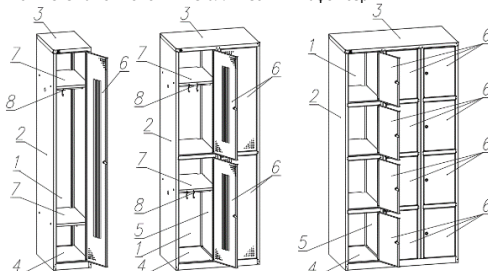

Рис. 2. Устройство металлических шкафов серии WRv1
- 3.1.** Металлический шкаф (см. рис. 2) состоит из: задней стенки поз. 1; боковин поз. 2; верхней крышки поз. 3; нижней крышки поз. 4; дверей поз. 6; перегородок поз. 5; Полок поз. 7; пластиковой трубки с навесными крючками поз. 8. Поставка шкафов осуществляется в собранном виде.